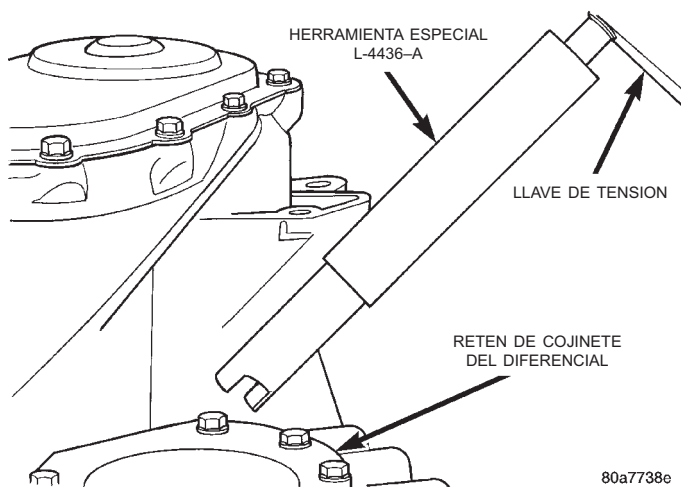

Fig. 315 Herramienta L-4436 y llave de tensión
(2) Instale la herramienta L-4436A en el diferencial y sobre el eje de piñón engranado (Fig. 315).